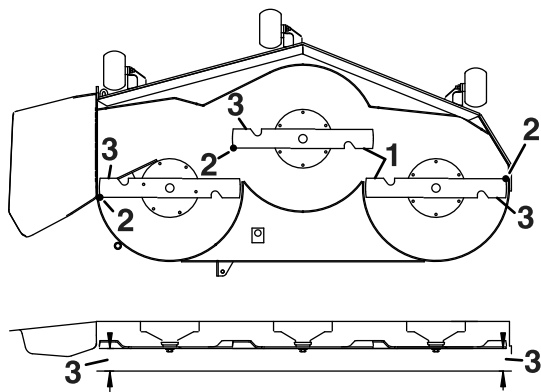

Рисунок 73
4. Измерьте расстояние от наружных режущих кромок до плоской поверхности (Рисунок 73).